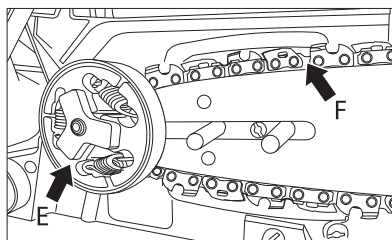

Рис. 8
6. Заведите цепь за ведущее цепное колесо (E). Проверьте, хорошо ли поставлены звенья цепи между зубьями цепного колеса (рис. 8).
7. Вставьте звенья в паз шины (F) по периферии (рис. 8).